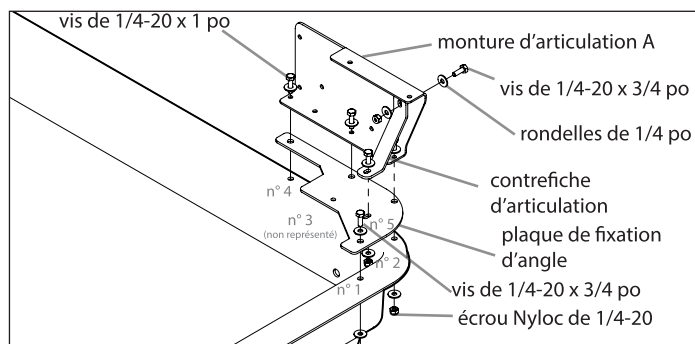

FIGURE 1
1. Attacher la monture d'articulation A (68052) et la plaque de fixation d'angle (11599) au bac avec quatre (4) vis de 1/4-20 x 1 po, huit (8) rondelles de 1/4 po et quatre (4) écrous Nyloc de 1/4-20. Aligner les trous de la plaque de fixation d'angle (11599) de l'articulation gauche (69307L) avec les trous du traîneau. Poser d'abord une vis à travers le trou n° 1 (vis de 1/4-20 x 1 po) puis dans le n° 2, n° 3 et n° 4, en serrant les boulons (ensembles vis/écrous) au fur et à mesure. **VOIR FIGURE 1.**
2. Répéter l'étape 1 sur le côté opposé avec la monture d'articulation B (68053). **VOIR FIGURE 1.**
3. Attacher les deux (2) contrefiches d'articulation (11203) à la fois à la monture d'articulation A (68052) et à la monture d'articulation B (68053) avec quatre (4) vis de 1/4-20 x 3/4 po, quatre (4) rondelles de 1/4 po et deux (2) écrous Nyloc de 1/4-20. Attacher d'abord la contrefiche d'articulation (11203) au trou n° 5 sur la plaque de fixation d'angle (11599). **VOIR FIGURE 1**